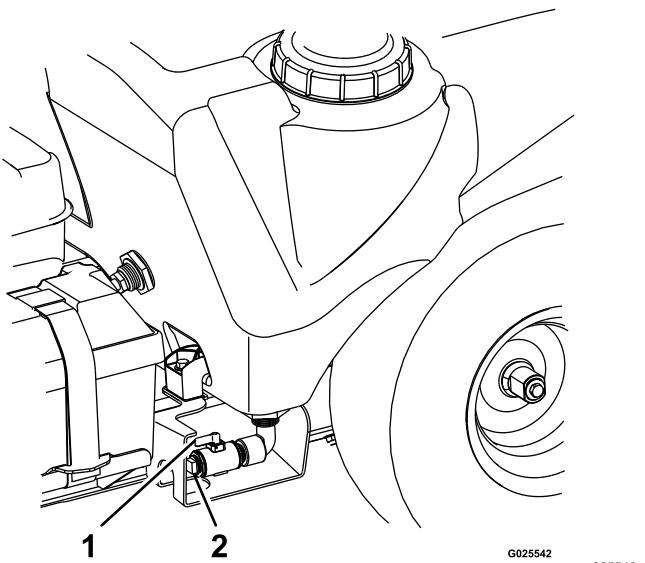

Figure 44
5. Tournez la manette du robinet de vidange dans le sens horaire de 90° pour vidanger la cuve (Figure 44).
7. Fermez le robinet de vidange de la cuve, enlevez le flexible de vidange et remettez le bouchon de vidange sur le robinet (Figure 44).